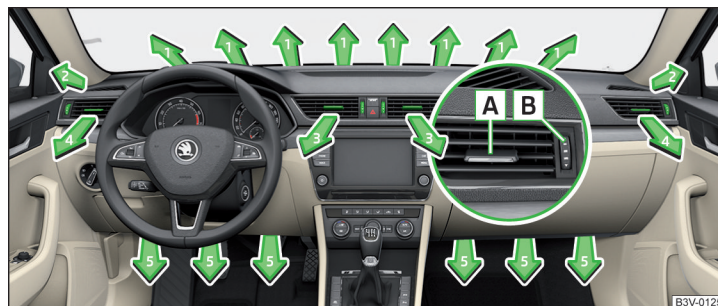
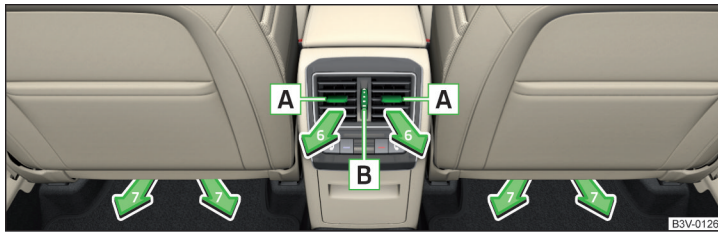

Abb. 157 Luftaustrittsdüsen vorn
Abb. 158 Luftaustrittsdüsen hinten
Bei den Luftaustrittsdüsen **3, 4** » Abb. 157 und **6** » Abb. 158 kann die Luftströmungsrichtung geändert und die Düsen können auch einzeln geöffnet und geschlossen werden.
- Die waagerechten Lamellen mithilfe des verschiebbaren Verstellelements  » Abb. 157 bzw. » Abb. 158 nach oben oder unten schwenken, um die Höhe der Luftströmung zu ändern.
- Die senkrechten Lamellen mithilfe des verschiebbaren Verstellelements  » Abb. 157 bzw. » Abb. 158 nach links oder rechts drehen, um die seitliche Richtung der Luftströmung zu bedienen.
- Den Regler  » Abb. 157 bzw. » Abb. 158 nach oben drehen.
- Den Regler  » Abb. 157 bzw. » Abb. 158 nach unten drehen.
Richtung des Luftaustritts einstellen	Aktive Luftaustrittsdüsen » Abb. 157 und » Abb. 158